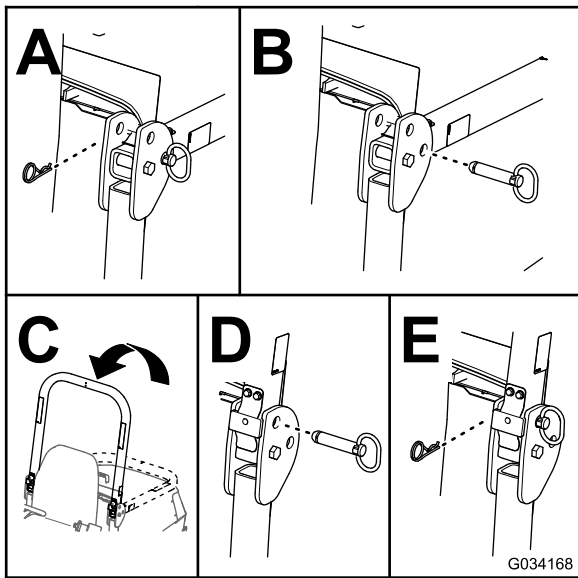

Bild 23
2. Nehmen Sie die Splinte und die Stifte vom Überrollbügel ab (Bild 23).
3. Klappen Sie den Überrollschutz nach oben und befestigen Sie diesen mit den Splinten und Stiften (Bild 23).